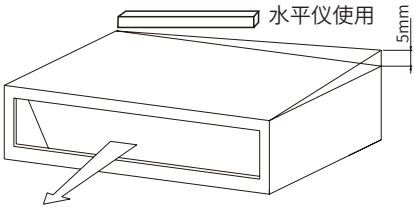

图7 顶面倾斜度
(1) 检查确认顶面是平的，测量最大顶面倾斜度。
(2) 图7所示，室内机后面稍微低于前面 (0mm~5mm)，以利于排水。
(3) 调整完毕后，将悬吊螺母拧紧。必须涂上螺纹锁固剂以防螺母松动。安装过程中请用塑料布盖好机器，使之保持清洁。